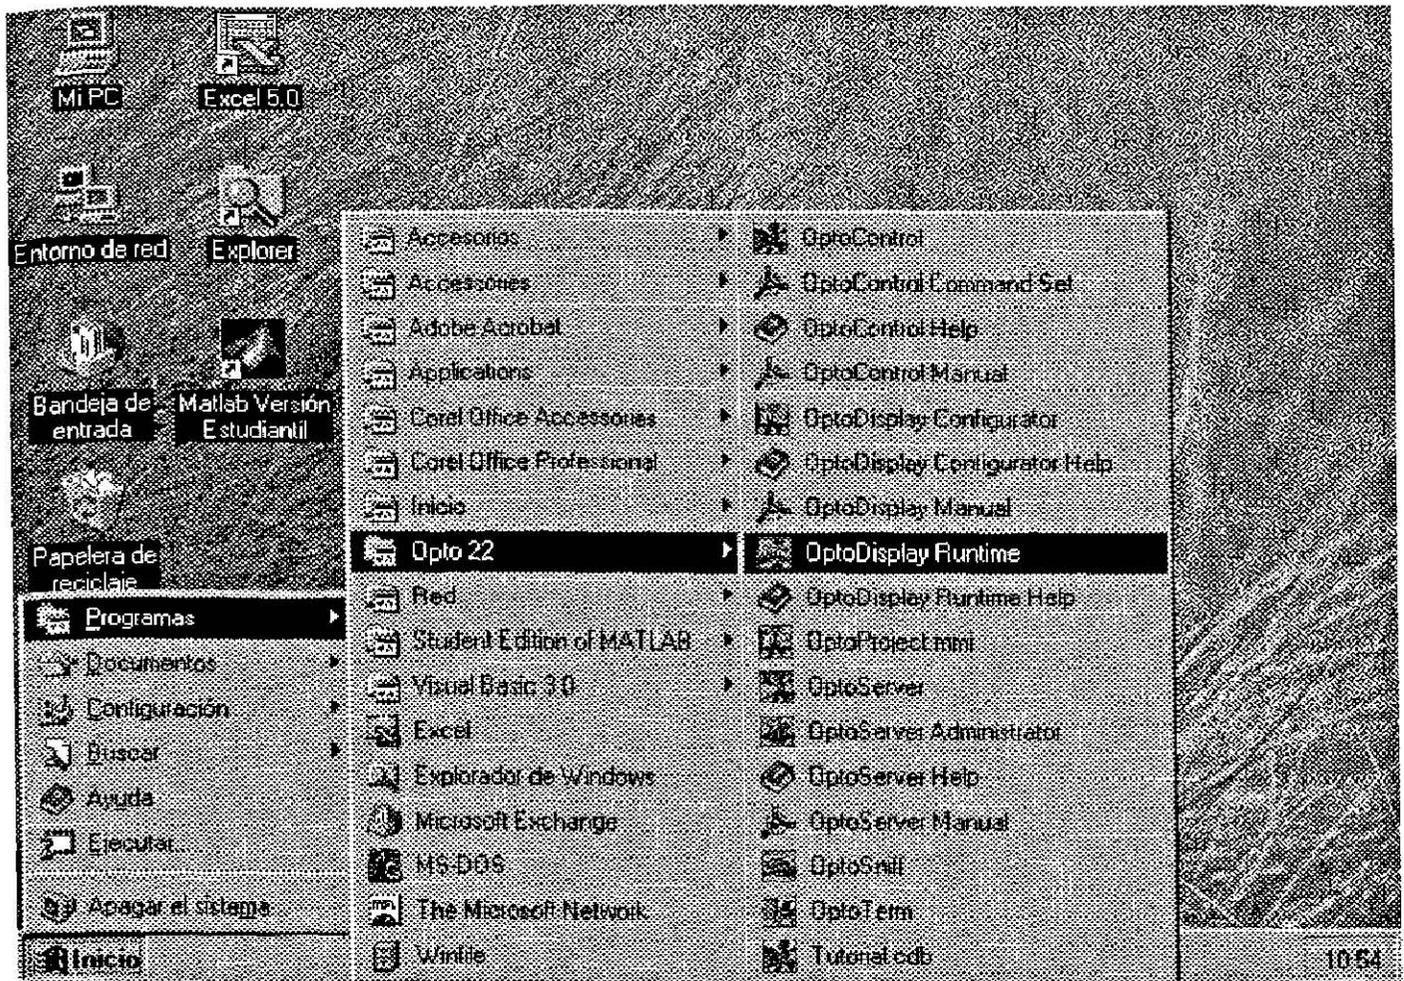

Fig. 5.8.3. Secuencia de Arranque del archivo **OptoDisplay Runtime**.
- ◆ **Arranque del OptoDisplay Runtime**, siguiendo la secuencia siguiente mostrada en la pantalla de la Fig. 5.8.3.